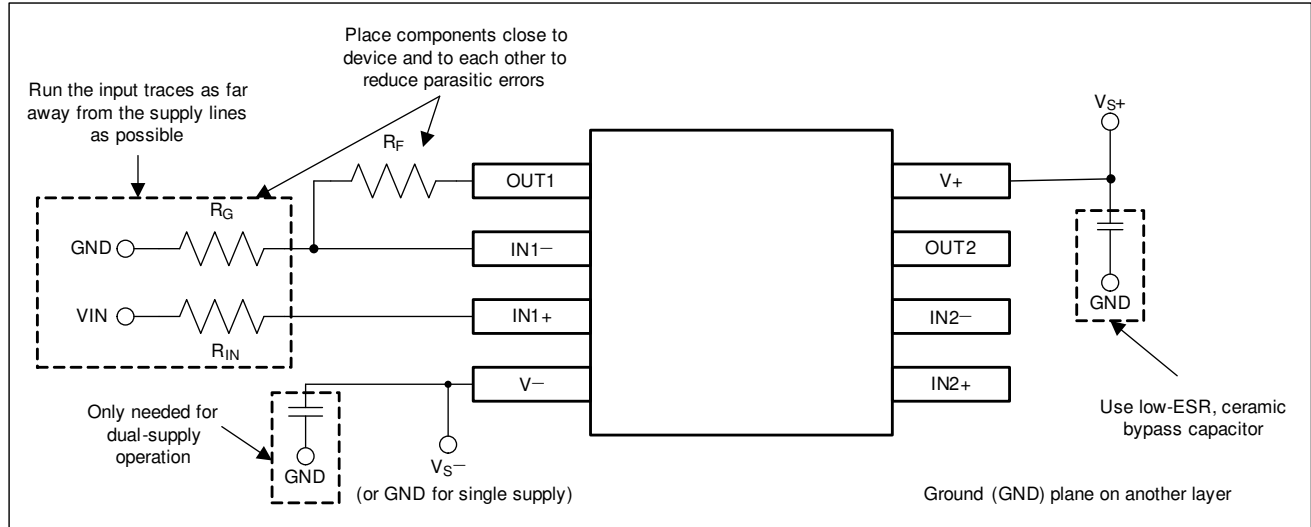

图 9-3. 同相配置的运算放大器电路板布局
- 外部组件的位置应尽量靠近器件。使 R_F 和 R_G 接近反相输入可最大限度地减小寄生电容 (如图 9-3 所示) 。